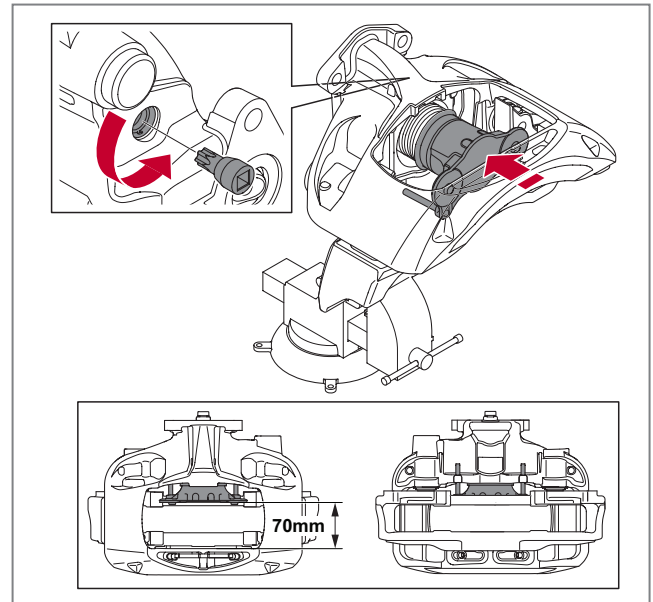

Abb. 52 - Druckplatte einlegen
8. Halten Sie die Druckplatte per Hand gegen die Nachstellschraube in Position. Führen Sie den Torx 55 Steckschlüssel in die Rückstellwelle und drehen sie vorsichtig gegen den Uhrzeigersinn. Lassen Sie das Druckplattengewinde vorsichtig in das Gewinde der Nachstellschraube greifen. Achten Sie darauf, dass die Gewinde beim Eindrehen nicht beschädigt werden. Sitzt das Gewinde fest oder sperrt, drehen Sie die Rückstellwelle im Uhrzeigersinn, um die Druckplatte zu lösen und versuchen Sie es erneut. Beim Drehen der Rückstellwelle gegen den Uhrzeigersinn muss ein Klicken vernehmbar sein, *siehe* ► *Abb. 52*.
10. Drehen Sie die Druckplatte weiterhin zurück, bis der Abstand zwischen der Belaginnenfläche der Druckplatte und der Belagaußenfläche des Bremsattels weniger als 70 mm beträgt, *siehe* ► *Abb. 52*.